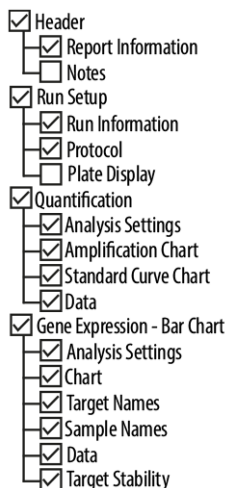

Figura 14: Cuadro de diálogo Report (informe)
- Asegúrese de que se seleccione al menos el siguiente contenido para la generación de informes en la parte superior izquierda del cuadro de diálogo Report (informe) (consulte la figura 14):